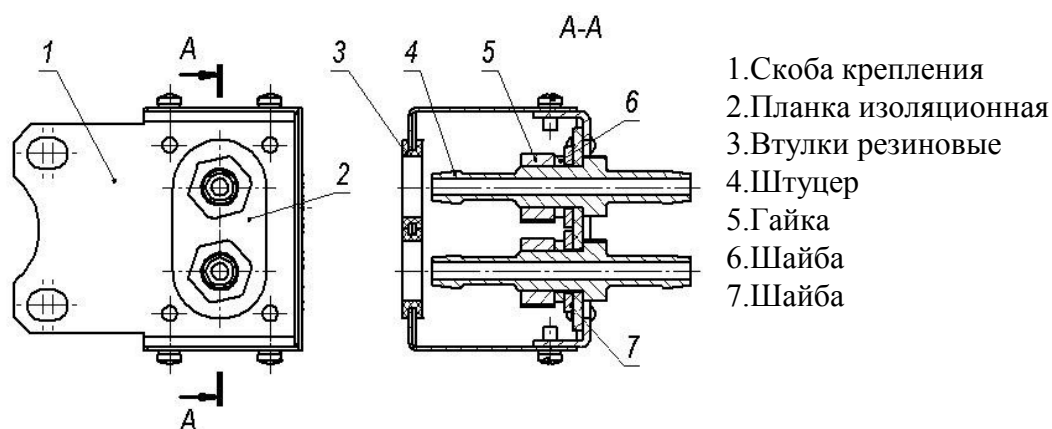

Рис.12
Газ подается от штуцера 1 (Рис.2) по рукаву 17, через штуцер 4 и далее в зону сварки. Вода подается по водоподающим рукавам, закрепленным на тележке при помощи кронштейна 1 и сальников 2 (Рис.11), через блок водяного охлаждения (Рис.12) и далее по трубкам 16.
4.7.14 Блок водяного охлаждения (АДФГ-6.00-17.000) (Рис.12) крепится поверх скобы горизонтального кронштейна при помощи болтов **14** (Рис.4) совместно с креплением вертикального суппорта.